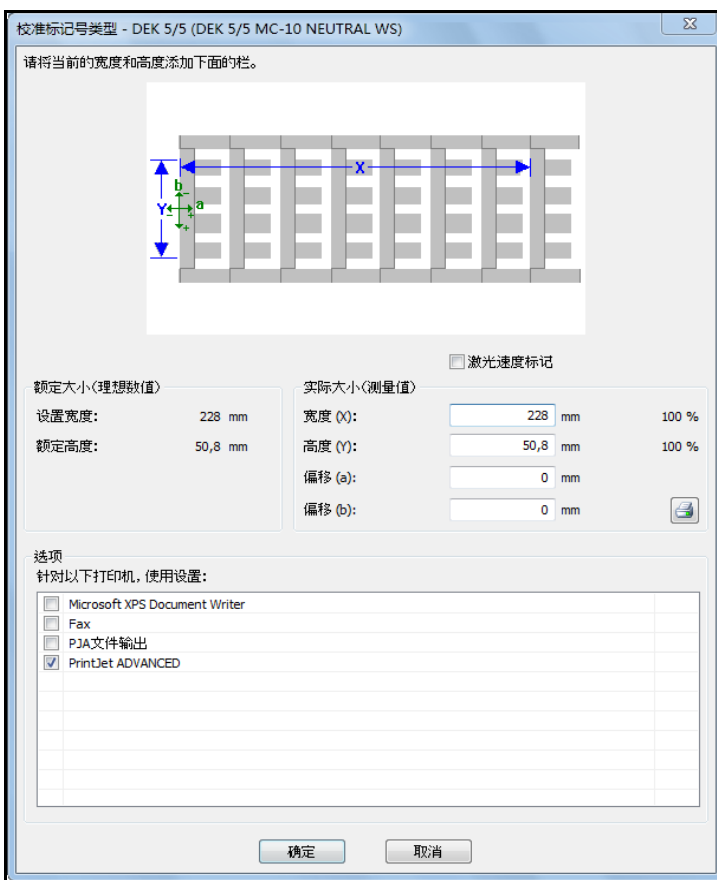

图 105 校准标记号类型
若要调整此偏移，需要在“校准标记号类型”窗口中更改“偏移 (a)”的值（参阅图 105 校准标记号类型）。
若要调整此偏移，需要在“校准标记号类型”窗口中更改“偏移 (b)”的值（参阅图 105 校准标记号类型）。
若要调整此移动，需从“校准标记号类型”窗口中“宽度 (X)”的实际值中减去测量值（在此示例中为 1mm）（参阅图 105 校准标记号类型）。
如果逐个打印标记时会逐渐从中心移至左侧，则需要将测量值添加至“校准标记号类型”窗口中“宽度 (X)”的当前值（参阅图 105 校准标记号类型）。
若要调整此移动，需从“校准标记号类型”窗口中“高度 (Y)”的当前值中减去测量值（在此示例中为 1mm）（参阅图 105 校准标记号类型）。
如果逐个打印标记时会逐渐从中心向下移动，则需要将测量值添加至“校准标记号类型”窗口中“高度 (Y)”的当前值（参阅图 105 校准标记号类型）。